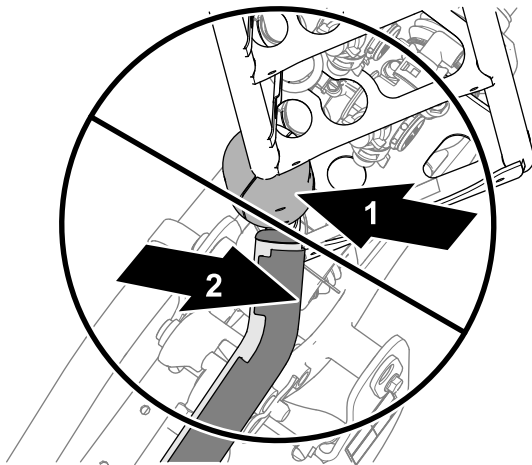
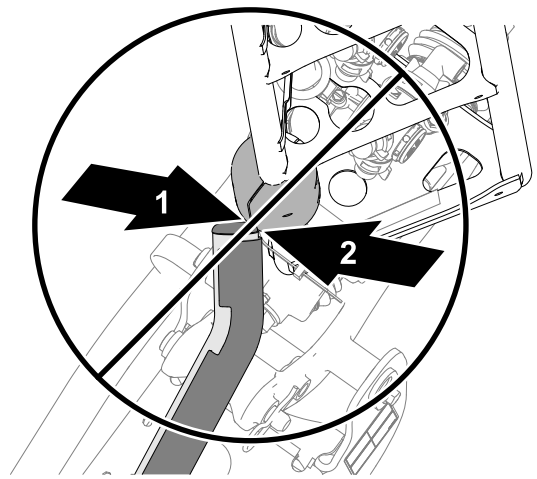
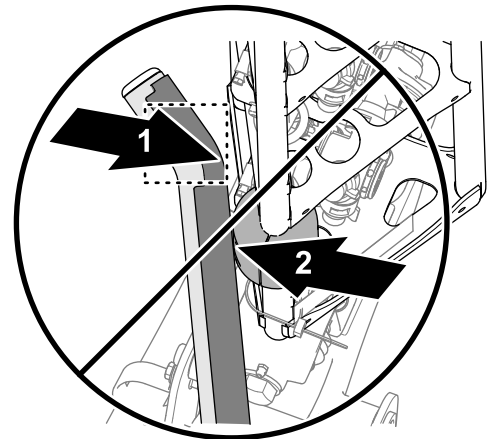

Figure 6
Figure 7
Figure 8
5. Si l'un des tubes supérieurs du berceau est mal aligné par rapport au bloc coulissant, comme montré à la Figure 6, la Figure 7 ou la Figure 8, réglez la position du berceau; voir Alignement des berceaux sur les rampes extérieures (page 83).